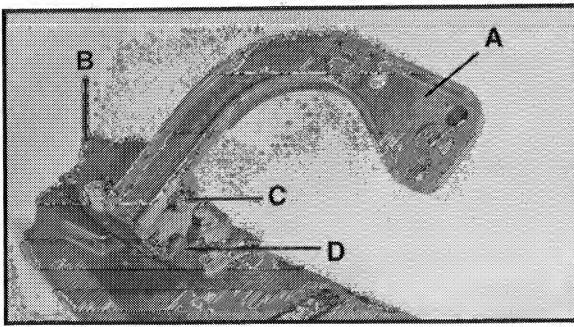

Fig. 3
3. Monter le bras (A), Fig. 3, sur le sous-ensemble de pivot (B) à l'aide de deux boulons de  $\frac{3}{8}$  po – 16 x  $1\frac{1}{2}$  po de long et des rondelles (C) et (D) de  $\frac{3}{8}$  po dia. int. x  $\frac{3}{4}$  po dia. ext. Faire pivoter le bras (A) de manière à ce que le trou oblong supérieur soit centré sur le boulon supérieur (C) et serrer fermement les boulons.